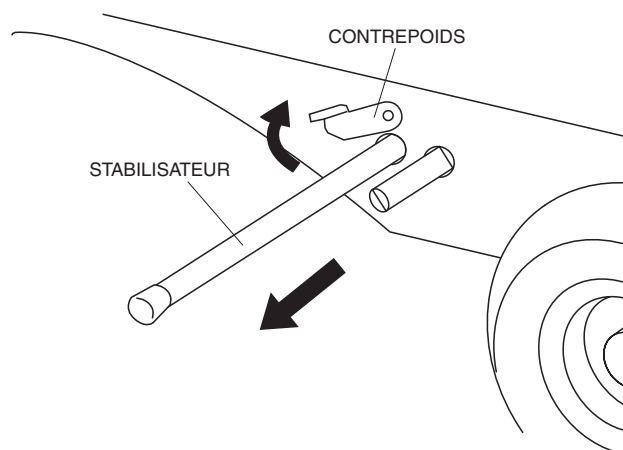

Figure 14. Déployer le stabilisateur
1. Tirer le contrepoids qui tient le stabilisateur en place et retirer le stabilisateur complètement. Voir Figure 14.